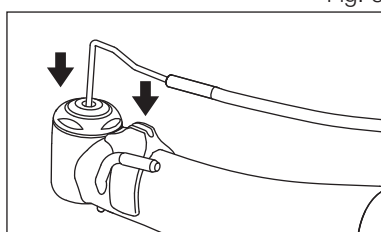

Fig. 8
3) Introduza a extremidade do bico de pulverização interno no topo da cabeça do contra ângulo, de seguida prenda o bico de pulverização interno na ranhura no suporte do bico. (Fig. 8)